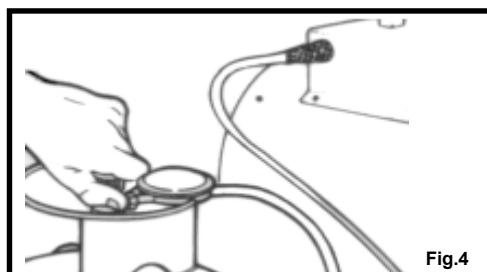

Fig.4
4. Hold gasknappen trykket ind i 15-20 sekunder efter at have tændt flammen for at aktivere sikkerhedstermostaterne (se fig. 4).